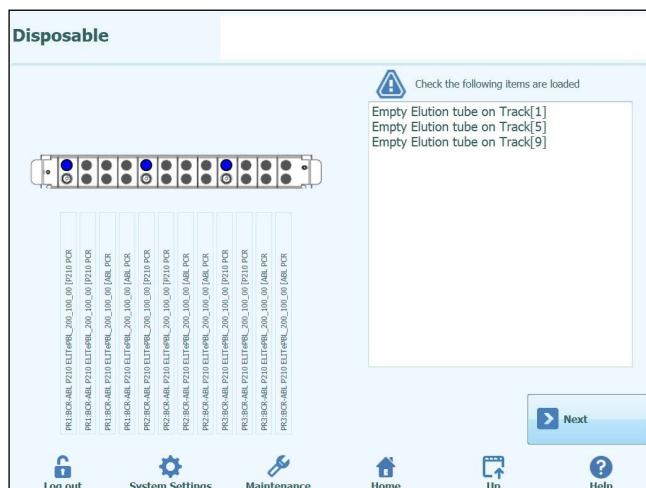

Abbildung 12
Sicherstellen, dass die Spalte (1) und die Durchstechspitze (3) wie in der folgenden Abbildung dargestellt eingesetzt sind (siehe Abbildung 12).